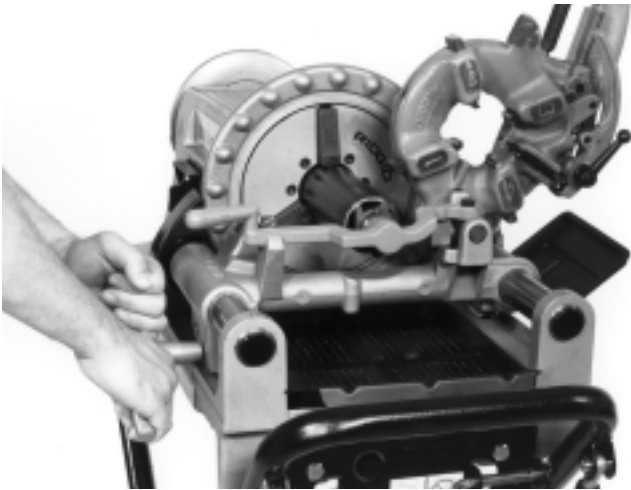

Figure 8 – Alésage des tuyaux à l'aide de l'alésoir n° 344
3. Positionnez l'alésoir dans le tuyau et complétez l'alésage en tournant le volant (*Figure 8*).